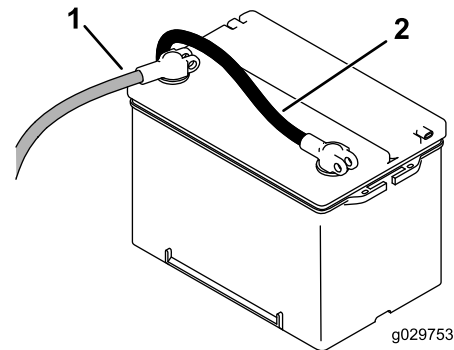

Figura 53
- Per diseccitare la macchina elettricamente, ruotate l'interruttore di scollegamento della batteria in senso antiorario in posizione di SPEGNIMENTO (Figura 53).
5. Collegare il cavo positivo (rosso) al terminale positivo (+) e il cavo negativo (nero) al terminale negativo (-) della batteria (Figura 53).